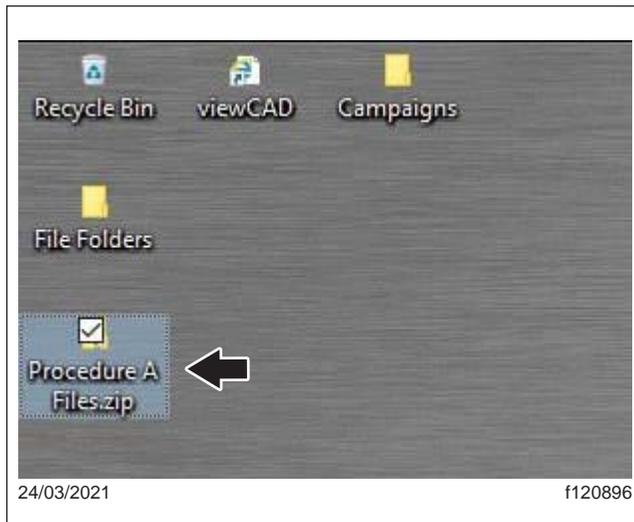
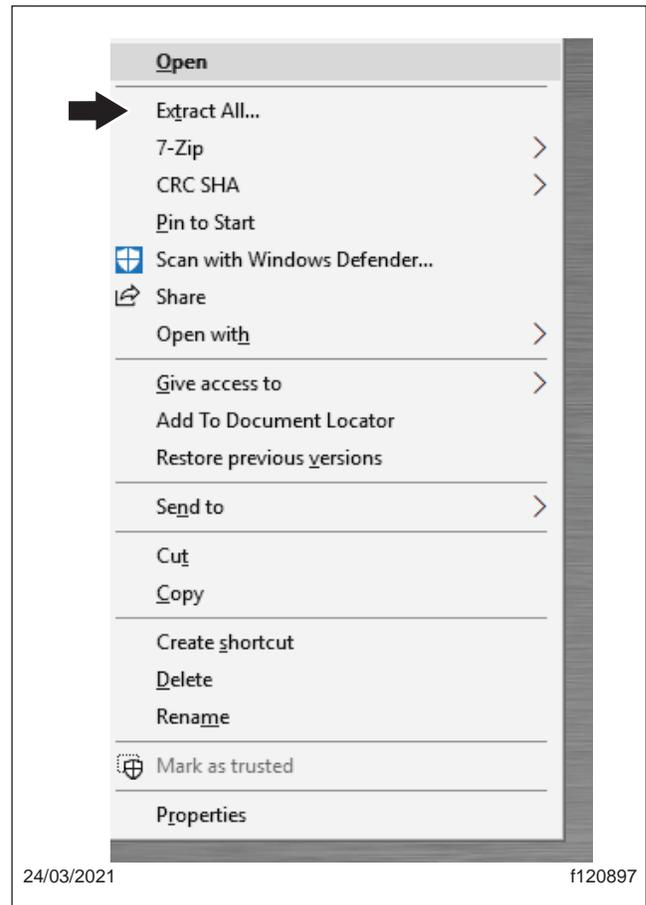

Fig. 6, Procédure A Fichier sur le Bureau
Figure. 7, sélection d'extraire tout
9. Accédez au bureau et trouvez le fichier nommé « Procédure A Files.zip ». Faites un clic droit sur le fichier et sélectionnez « Extraire tout... » Voir Fig. 6 et Fig. 7.